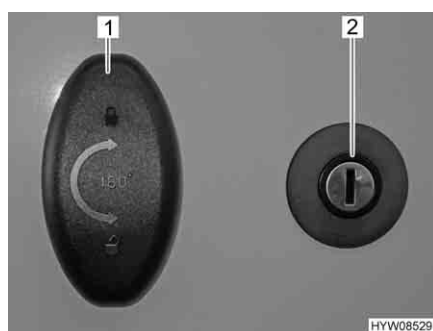

Fig. 30 Serratura della porta del garage
- Inserire la chiave nel cilindro della serratura (Fig. 30,2) e ruotare in senso orario. La chiusura centralizzata è sbloccata.
- Girare la la maniglia della serratura (Fig. 30,1) in senso antiorario di un mezzo giro e aprire la porta del garage.
- Girare la la maniglia della serratura (Fig. 30,1) in senso antiorario di un mezzo giro.
- Inserire la chiave nel cilindro della serratura (Fig. 30,2) e ruotare in senso antiorario. La chiusura centralizzata è bloccata.